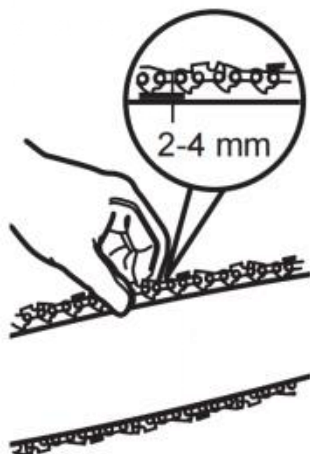

Fig. 15
1) Kontrollera kedjespänningen genom att lyfta sågkedjan (C12) med ena handen mot produktens vikt. Rätt kedjespänning uppnås när sågkedjan kan lyftas ca 2–4 mm från svärdet (C13) i mitten (bild 15).